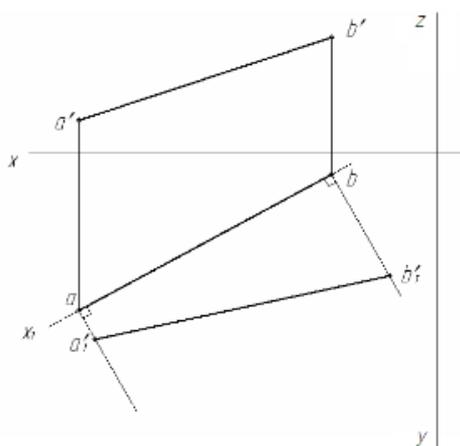

Рисунок 25 – Пример выполнения задания 1
- 2.Построить комплексный чертеж отрезка AB на горизонтальной и фронтальной плоскости проекций (пример решения задачи см. рис.25);